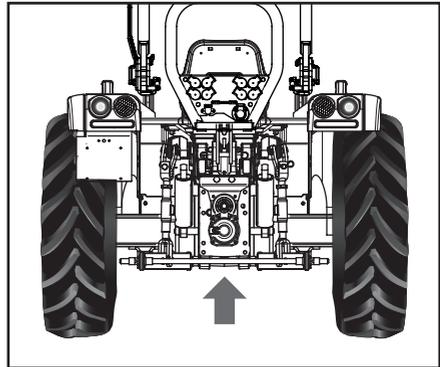
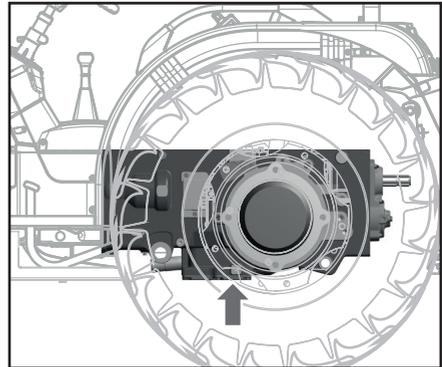

Abb. 6.23.2
Abb. 6.23.5
1. Den Ölmesstab (1), der sich im hinteren Bereich in der Nähe der Krafthebereinheit befindet, herausziehen.
2. Einen Behälter mit geeignetem Fassungsvermögen unter dem Ablassstutzen (Abb. 6.23.2), der sich im unteren Bereich des Getriebegehäuses befindet, positionieren.
3. Den Deckel des Ablassstutzens (2) entfernen und das gesamte, im Getriebe vorhandene Öl abfließen lassen.
5. Den Behälter unter dem Verschlussdeckel auf der Unterseite des Getriebegehäuses positionieren (Abb. 6.23.5). Die Schrauben lösen, den Verschlussdeckel (5) abnehmen und die Dichtung (6) entsorgen.